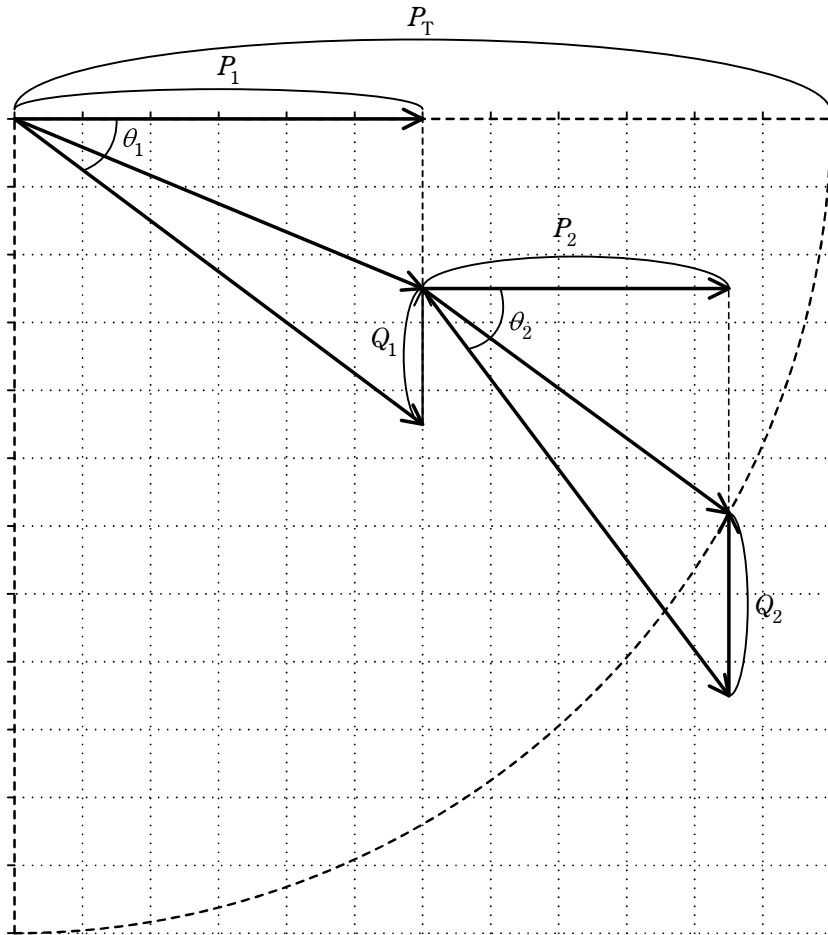

図 2 [追記をした図]
(2) 図 2 に P_2 [kW], Q_2 [kvar] のベクトル図と, 力率角 θ_2 を追記する。